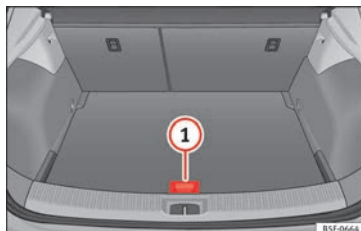

Bild 179 Bagageutrymme: löstagbart golv
- Lyft upp det löstagbara golvet med handtaget » **bild 179** , dra tillbaka det och tryck